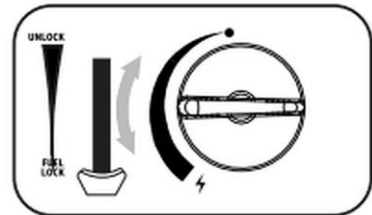

Fig. 10
3. Efter tænding af brænderen, indstilles drejeregulatoren (17) i den ønskede position. (Fig. 10)